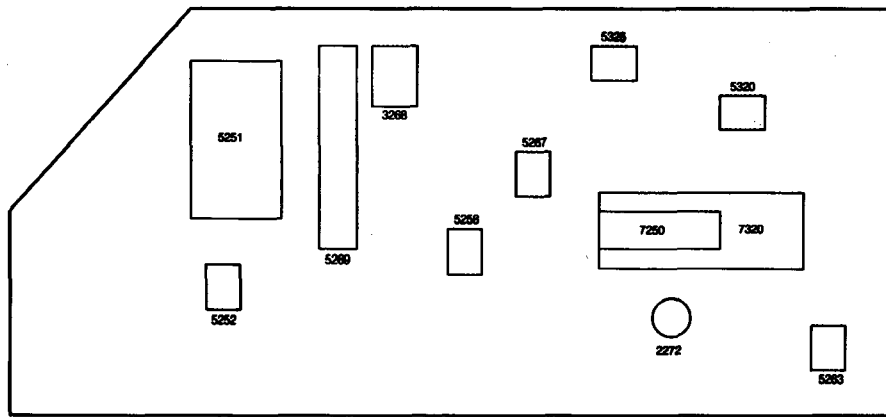

Fig. 6
D. EINSTELLUNGEN AM CHROMINANZDECODER (BILD 6)